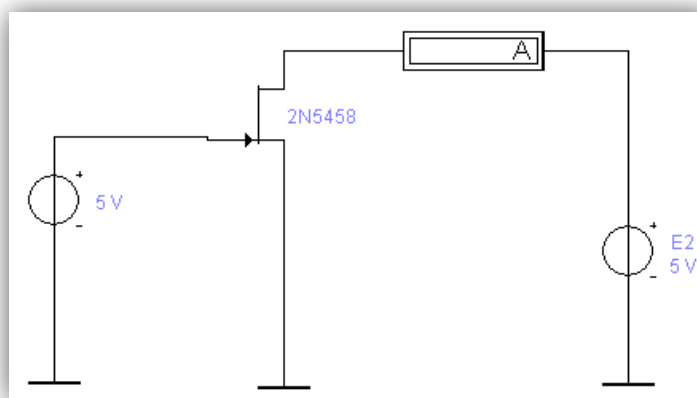

Рисунок 7 – Схема для снятия характеристик полевого транзистора
1. Снимите стокзатворные (передаточные) характеристики полевого транзистора (рисунок 7) и заполните таблицу 7.